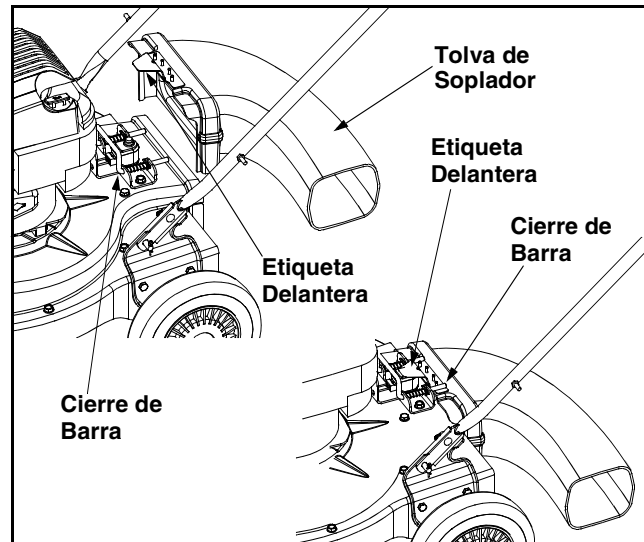

Figura 6
- Asir el tubo de soplado con una mano y, con la otra mano, tirar de la varilla de fijación en la escuadra de montaje hacia el motor. Use el final de soporte de montaje como el apalancamiento deslizando la barra que se cierra. Ver la Figura 6.
- Tome el canal de soplado con una mano y tire de la varilla de seguridad del soporte de montaje hacia el motor con la otra mano para soltarlo. Consulte Figura 6.